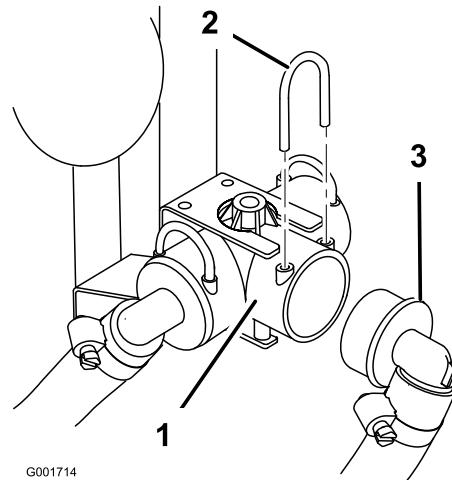

Figura 7
- Individuate il gruppo valvola sul lato destro del serbatoio e rimuovete la forcella di fissaggio per scollegare il flessibile di alimentazione della barra dal raccordo a T (Figura 7).